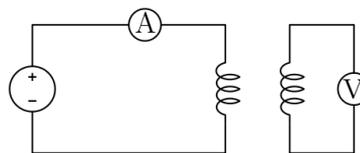

Figura 1.3: Segundo circuito da experiência 1
Rearranje o circuito para que ele fique do jeito da Figura 1.3. Neste caso, coloque o voltímetro na menor escala possível.
- Retire o núcleo, desligue a fonte na chave, sem alterar a posição do volante, coloque novamente a segunda bobina sobre a primeira e monte o circuito da Figura 1.3. Inicialmente coloque o voltímetro na escala mais alta.